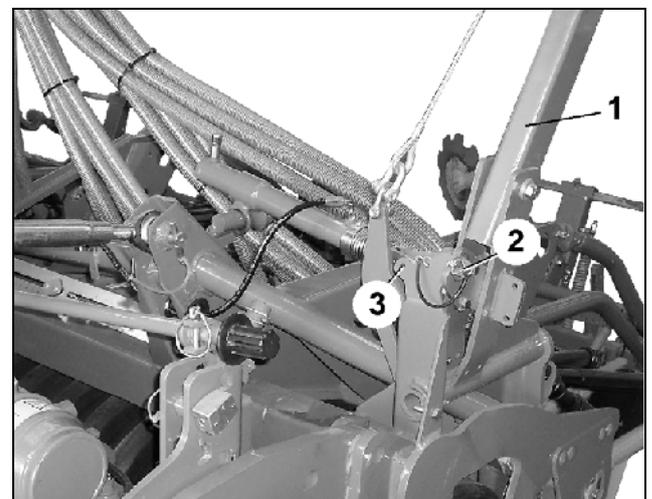

Fig. 111
- Tenez le bras du traceur (Fig. 111/1) et enlevez l'axe et la goupille d'arrêt (Fig. 111/2) (nécessaire pour le transport)
- Lorsqu'ils ne sont pas utilisés, brochez l'axe avec la goupille dans le trou (Fig. 111/3).
Une fois la goupille d'arrêt enlevée (Fig. 111/2) le bras du traceur s'incline légèrement sur le côté.